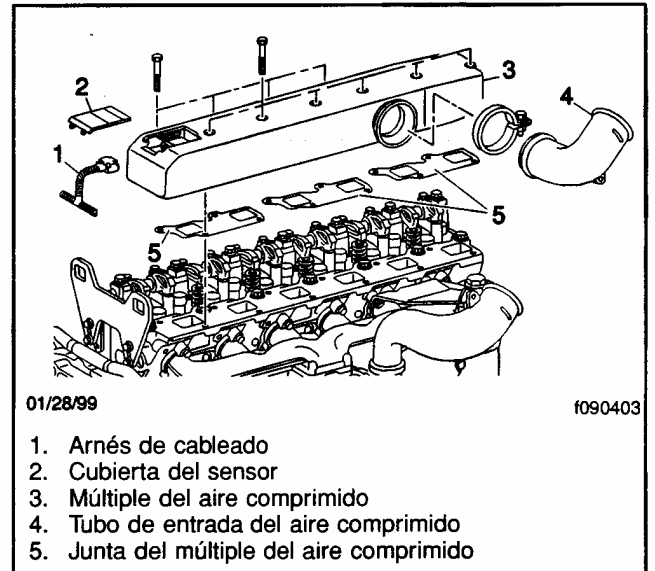

Figura 5. Tubería y múltiple del aire comprimido.
4. Desensamble y limpie la tubería del aire comprimido a la salida del postenfriador, tubería de admisión y múltiple de admisión. **Vea la Figura 5.**